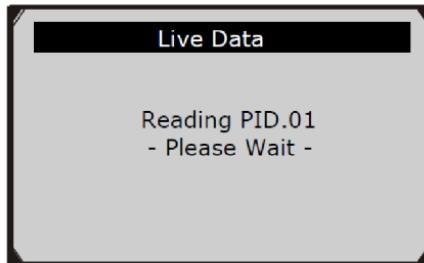

Рис. 5.11
- 2) Ожидать несколько секунд до подтверждения сканером PID MAP (рис. 5.11).